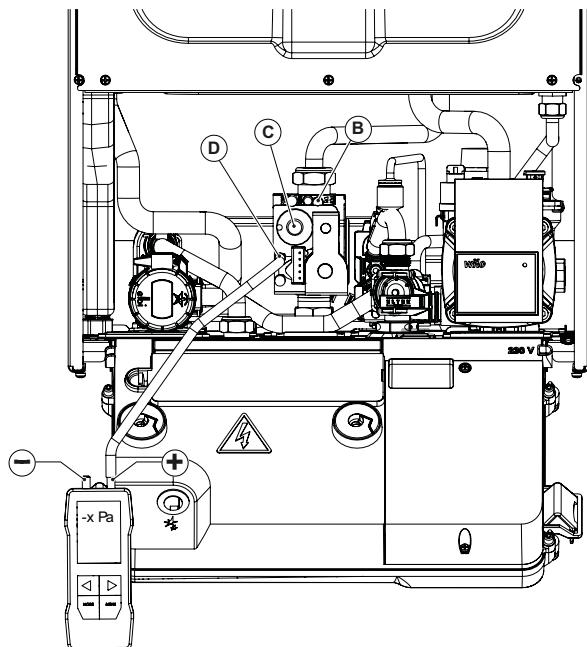

Fig. 46 Reglarea presiunii de offset
- Deschideți șurubul robinetului de presiune de offset D și conectați-l la intrarea pozitivă (\*) a manometrului de presiune diferențială (a se vedea Fig. 46 Reglarea presiunii de offset).